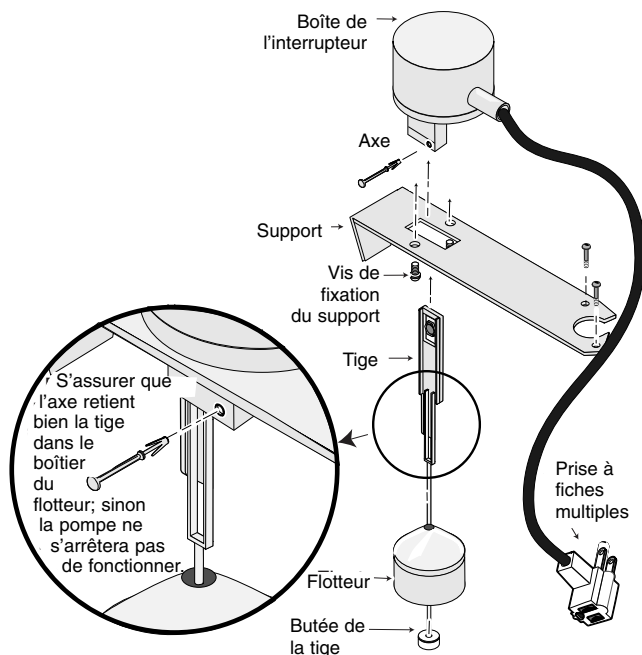

Figure 2 - Remplacement de l'interrupteur à flotteur.
1. À l'aide des vis de fixation, poser le support sur le boîtier de l'interrupteur. Se reporter à la Figure 2.
3. Glisser la tige dans le support et dans la fente qui se trouve à la partie inférieure du boîtier de l'interrupteur. Faire tenir la tige dans le boîtier de l'interrupteur à l'aide de l'axe. Se reporter à la Figure 2.